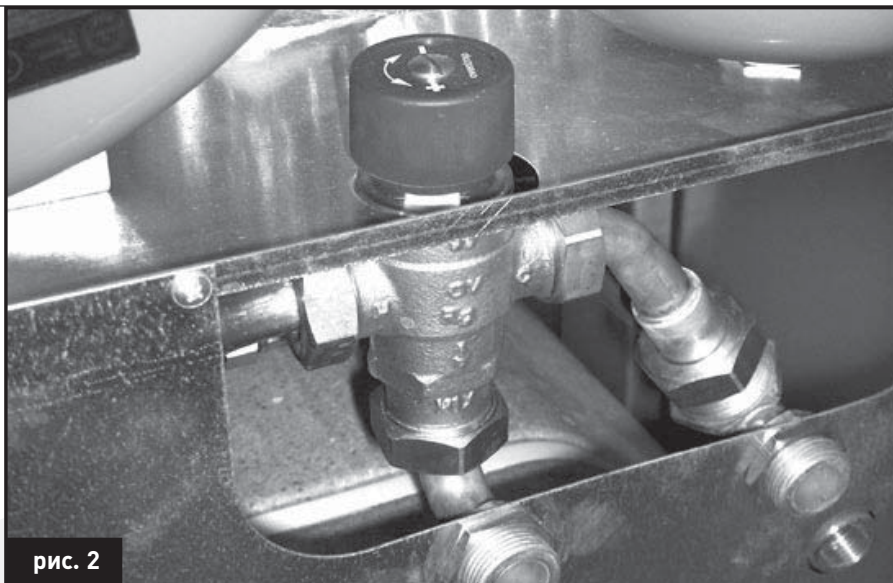

рис. 2
Обеспечение ГВС является приоритетным по отношению к любой другой функции котла. Пользователь может установить параметры ГВС с помощью регулятора **12**, электронного программатора **15** или смесительного клапана (см. рис. 2).
- Смесительный клапан (рис. 2) позволяет регулировать температуру ГВС на выходе из котла.